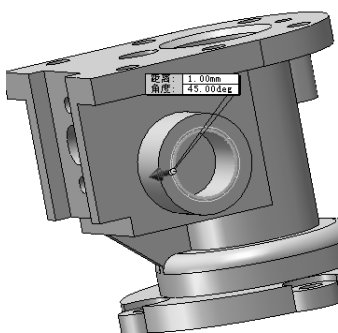
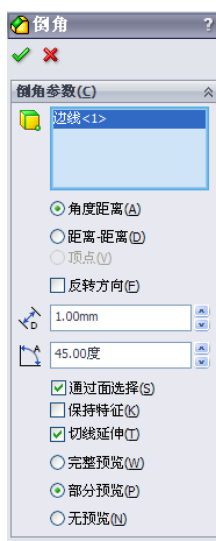

图 7-128 倒角 2 边线选择
图 7-129 设置倒角 2 参数
(4) 倒角 2。采用相同的方法, 在绘图区选择如图 7-128 所示的边线, 在 (距离) 文本框中输入“1”, 其他选项设置如图 7-129 所示, 单击 (确定) 按钮, 完成 1 mm 倒角的创建。